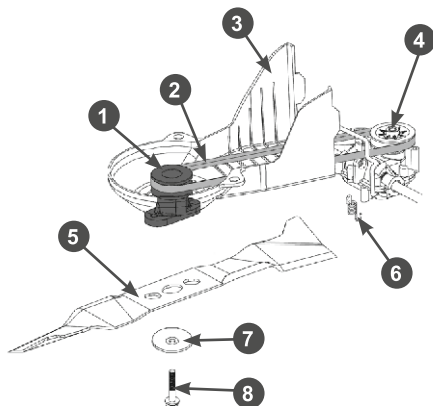

Рис. 26 Обслуживание ремня привода
4. Открутите два винта крепления и снимите защитный кожух 3 ремня (Рис. 26).
5. Осмотрите ремень 2 привода хода на наличие трещин, разрывов, отслоения корда (Рис. 26). При обнаружении повреждений ремень необходимо заменить.
2. Открутите два винта крепления и снимите защитный кожух 3 ремня (Рис. 26).
3. Снимите ремень 2 со шкива адаптера в сторону двигателя и снимите адаптер 1 с вала двигателя (Рис. 26).
4. Снимите ремень со шкива 4 редуктора (Рис. 26).
6. Установите новый ремень на шкив редуктора, затем установите адаптер ножа и установите ремень на шкив адаптера ножа. После этого убедитесь, что пружина 6 на месте и держит ремень в натянутом состоянии (Рис. 26).